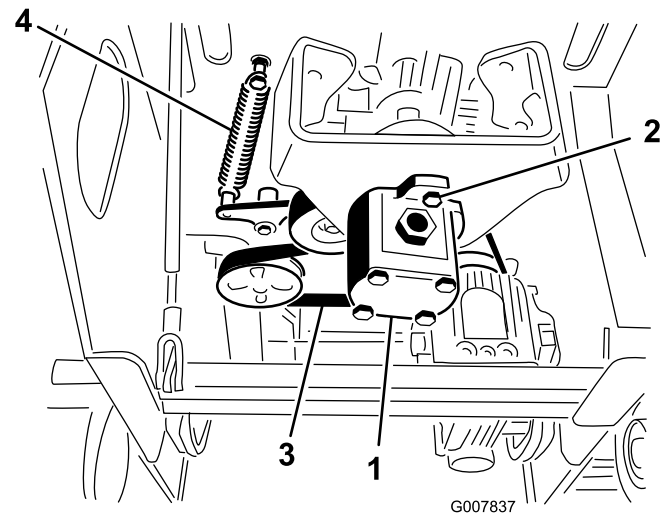

Figure 51
5. Desserrez les 2 boulons de la pompe (Figure 51).
6. Tournez la pompe dans le sens antihoraire et laissez-la se détacher de la poulie (Figure 51). Attention à ne pas faire tomber l'accouplement en étoile en même temps que la pompe.
7. À l'aide d'un extracteur de ressort (à se procurer chez un concessionnaire agréé) ou d'un crochet en métal, décrochez l'extrémité du ressort de la poulie de tension du boulon de ressort afin de détendre la courroie (Figure 51).